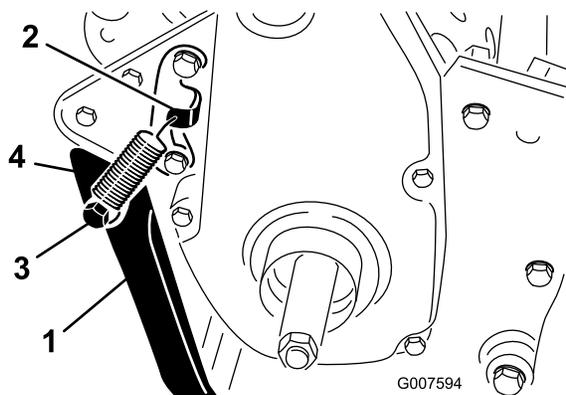

Рисунок 7
- Зацепите пружину за отверстие в кронштейне пружины и за пружинодержатель, совместив откидную ножку с монтажными отверстиями в задней части рамы (Рисунок 7).
- Прикрепите откидную ножку к обеим сторонам рамы с помощью болта, стопорной шайбы, проставки, плоской шайбы и контргайки (Рисунок 7). Поместите проставку в монтажное отверстие откидной ножки.